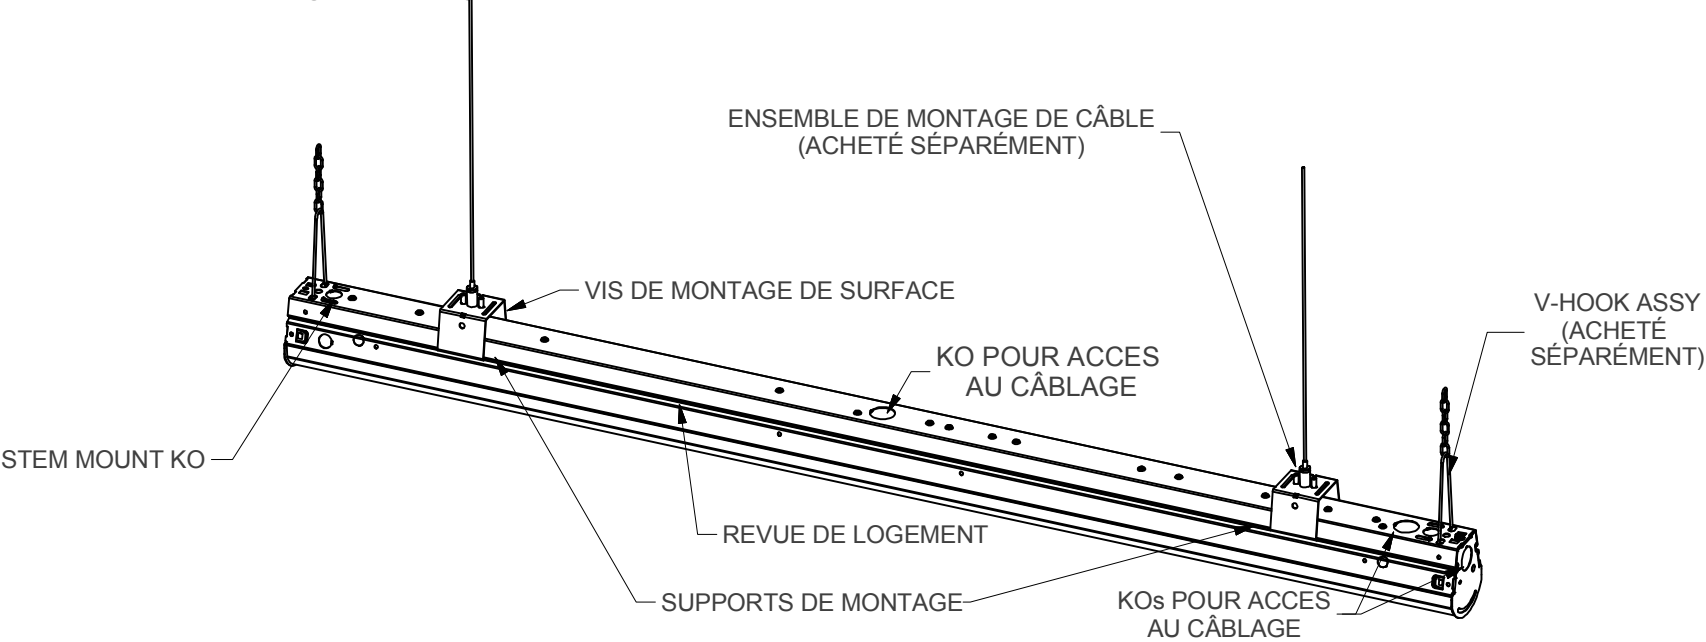

FIGURE 1: CONFIGURATION AUTONOME
- 3) Pour installer les SUPPORTS DE SUSPENSION (COMMANDÉS SÉPARÉMENT) (Voir FIG. 1) :
- B. Retirer la tige de KO marqué montage représenté sur la Fig 1.